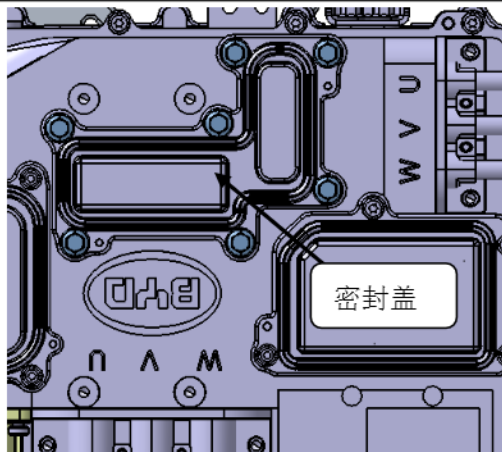
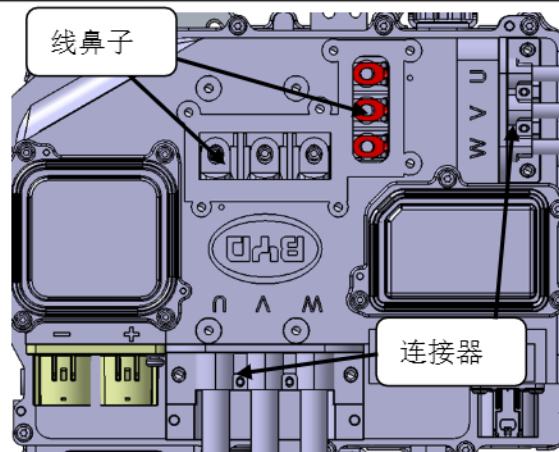

图 6.5
图 6.6
步骤③ 拆卸二合一电控总成连接 BSG 电机和前驱动电机的三相线，先将密封盖打开（如图 6.5），然后线鼻子紧固螺栓、连接器紧固螺栓拧开，三相线拔出（如图 6.6）。